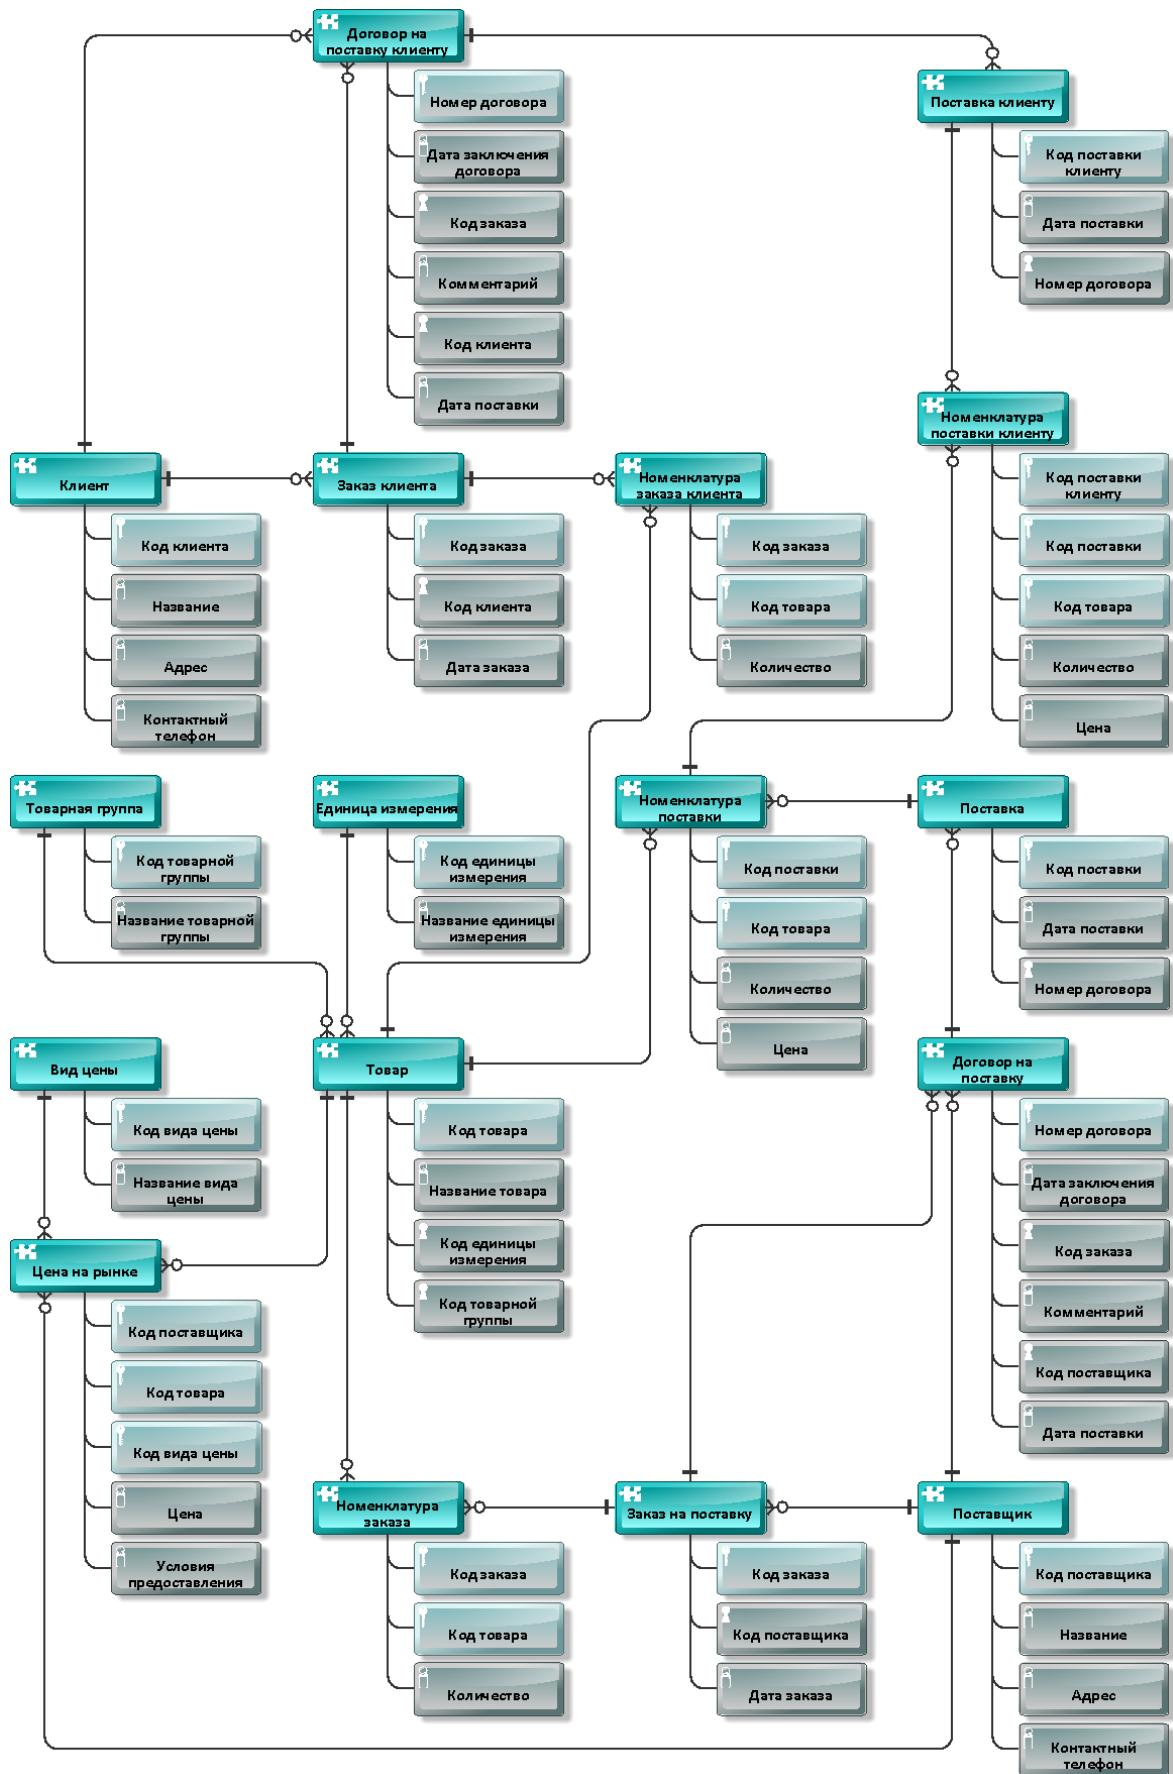

Рисунок 3.14
11. Сохранить построенную модель данных (рисунок 3.14).
1. Проанализировать модель данных (рисунок 3.14) с точки зрения поддержки следующих ключевых показателей эффективности KPI (Key Performance Indicator):
2. Проанализировать модель данных (рисунок 3.14) с точки зрения поддержки следующих KPI:
3. Проанализировать модель данных (рисунок 3.14) с точки зрения ее целесообразности для долговременного хранения и аналитической обработки информации. Построить модель данных, иллюстрирующую структуру хранилища данных, которое может быть использовано для долговременного хранения и аналитической обработки информации (с учетом рассмотренных KPI).